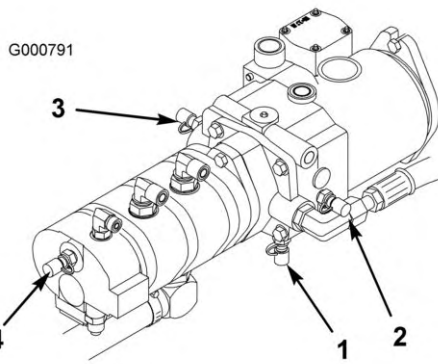

図 81
4. テストポートDはトランスミッションの下にあり (図 81) 、トランスミッションのチャージ圧の測定用です。
5. テストポートE (図 81) は、前進走行油圧の測定用です。
6. テストポートF (図 81) 後退走行油圧の測定用です。
7. テストポートG (図 81) は、パワステ油圧の測定用です。